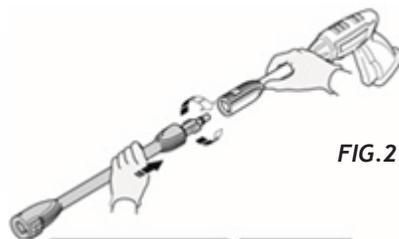
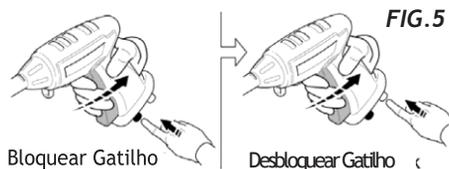

FIG. 2
FIG. 5
3. Com o gatilho da pistola bloqueado (13) (fig. 5), insira a extensão da lança (15) na pistola e gire no sentido anti horário para bloqueá-la na sua posição. Para inserir a boca pulverizadora, alinhe a ranhura da boca pulverizadora com a seta do botão verde no extremo da lança e pressione com firmeza para que encaixe na sua posição (16) (fig. 2). Para retirar a boca pulverizadora, aperte o botão verde e puxe até que se separe.
- Assegure-se de que o interruptor de corrente esteja na posição OFF (fig. 8) antes de ligar o cabo de rede à tomada de corrente e que o gatilho da pistola esteja bloqueado (fig. 5).